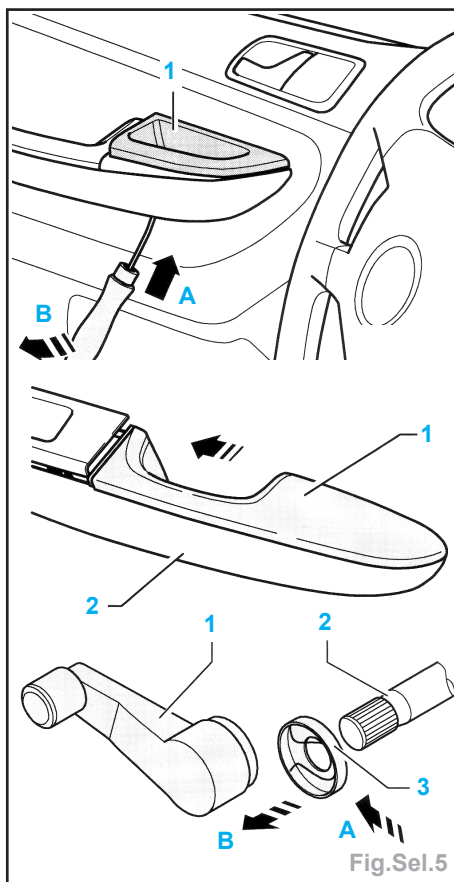

Fig.Sel.5
- déposer les caches (1) (Fig.Sel.5),